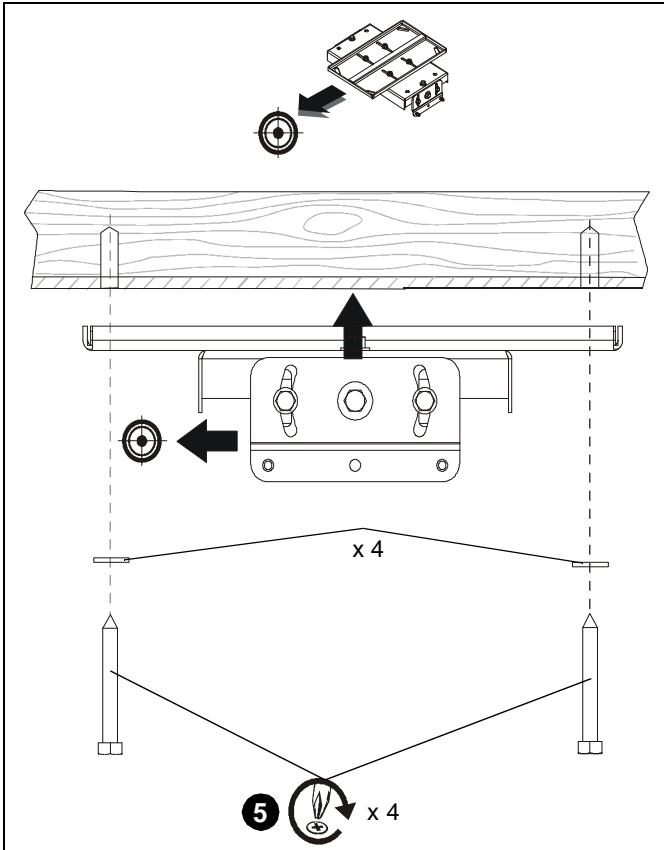

Abb. 4
4. Richten Sie die vier Montagebohrungen im LPK1 nach den vier Vorbohrungen aus. (Siehe Abb. 4)
5. Befestigen Sie das LPK1 mit vier 5/16"-Unterlegscheiben und vier 5/16" x 2-1/2"-Sechskantankerschrauben (nicht mitgeliefert) an der Konstruktion. (Siehe Abb. 4)